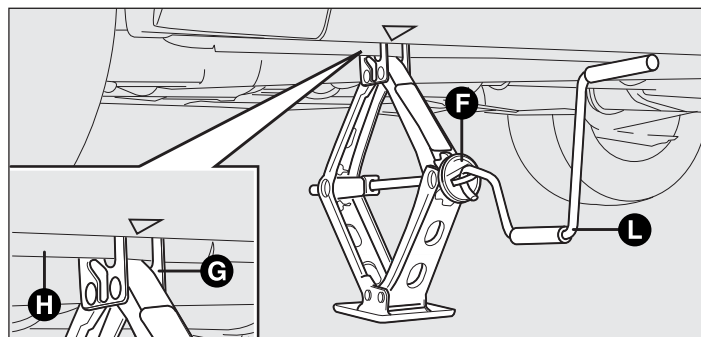

fig. 147
- ☐ actionner le dispositif F-fig. 147 de manière à détendre le cric, jusqu'à ce que la partie supérieure du cric G s'engage correctement à l'intérieur du dispositif de retenue H ;
- ☐ actionner la manivelle L-fig. 147 du cric de manière à baisser la voiture et enlever le cric ;